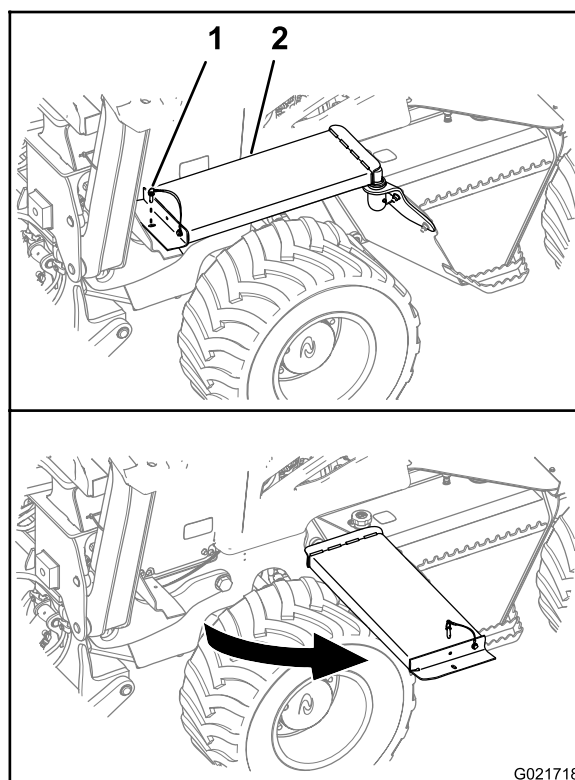

Figure 35
- A. Sur le côté gauche de la machine, enlevez la goupille de retenue à l'avant du marchepied (Figure 35).
- B. Faites pivoter le marchepied pour l'écarter de la machine, comme montré à la Figure 35.
- A. Tournez l'avant du marchepied pour le ramener à sa position d'origine (Figure 35).
- B. Placez le trou du marchepied en face du trou du support (Figure 35).